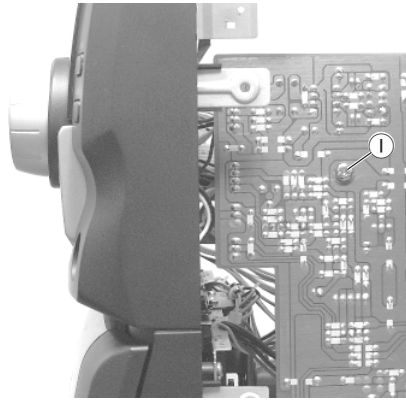
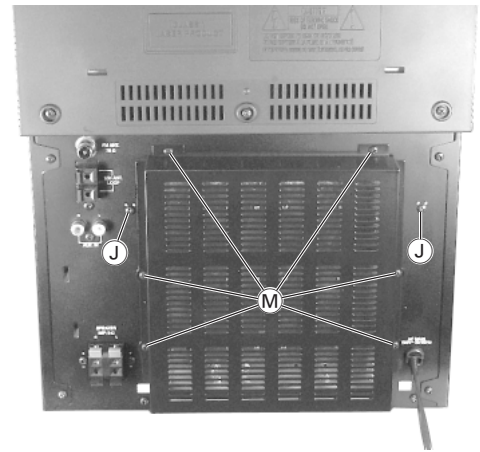

Fig. 6
Fig. 7
- Schraube **I** (Fig. 6), 2 Schrauben **J** (Fig. 7) herausschrauben und Frontblende vorsichtig nach vorne abnehmen.
- Undo screw **I** (Fig. 6), 2 screws **J** (Fig. 7) and remove the Front carefully towards the front.
- 6 Schrauben (M) (Fig. 7) herausschrauben und Kühlblechabdeckung abnehmen.
- Undo 6 screws (M) (Fig. 7) and remove the heat sink cover.